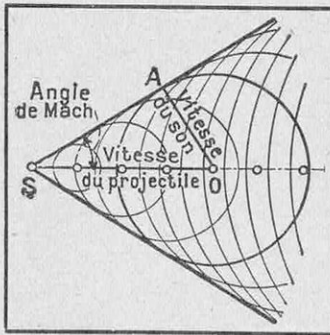

FIG. 2. — SCHÉMA MONTRANT COMMENT PREND NAISSANCE, A L'AVANT D'UN PROJECTILE, UNE ONDE DE CHOC. Voir l'explication dans le texte.
La figure 2 montre comment prend naissance, à l'avant d'un projectile, une telle onde de choc (1). Elle